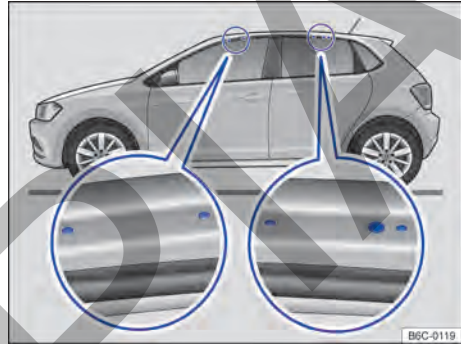

Fig. 115 Puntos de fijación de los soportes básicos del portaequipaje de techo (ambos lados)
Los orificios o marcas de los puntos de fijación de los soportes básicos son visibles con las puertas (delanteras y traseras) del vehículo abiertas y se encuentran a los lados en las vigas del techo → fig. 115 (fragmento ampliado). Los orificios o marcas para fijación detrás se encuentran a en la parte inferior de las vigas del techo → fig. 115 (fragmento ampliado derecho).
- Fije los soportes básicos sólo en las marcas indicadas en la figura → fig. 115.